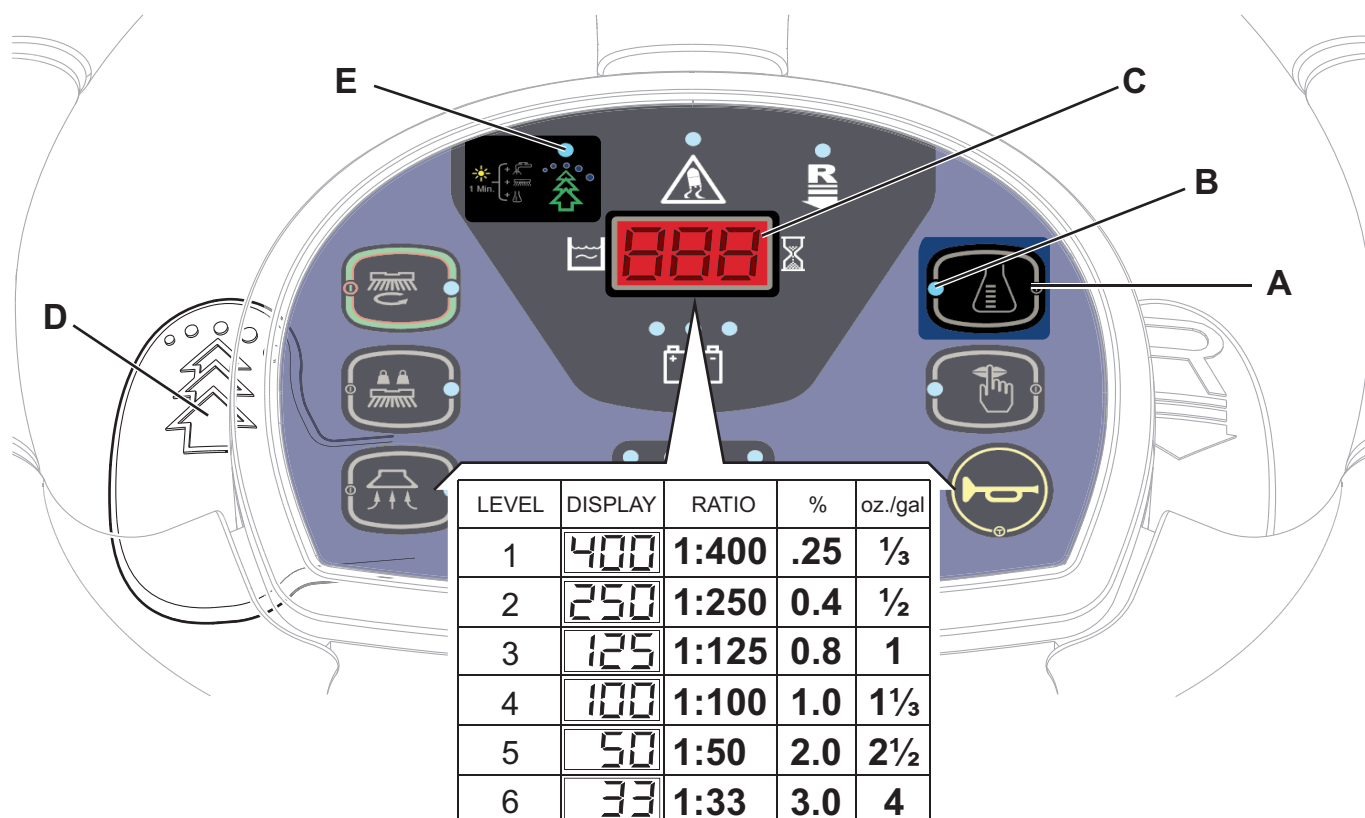

Figura 3
O ecrã (C) indica o nível de concentração do detergente na solução detergente como na tabela indicada na figura 3.
1. Desactive o botão de regulação da percentagem de detergente (A) [o LED (B) deve apagar-se].
2. Prima e mantenha premido o botão de regulação da percentagem de detergente (A) até o LED (B) parar de piscar.
3. Liberte o botão (B). Volte a premi-lo brevemente para passar para o nível seguinte indicado no ecrã (C), como mostrado na tabela na Figura 3; repita o procedimento até obter a regulação pretendida.
4. Aguarde que o LED (B) pare de piscar: o novo nível está regulado.